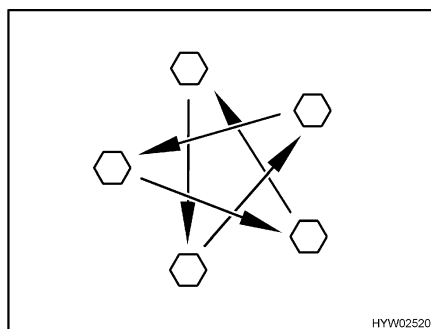

Fig. 186 Serrer en croix les écrous ou les boulons de roue
- Vérifier régulièrement le serrage des écrous ou des boulons de roues. Resserrer alternativement et en croix (Fig. 186) les écrous ou les boulons de roue 50 km après le changement d'une roue.